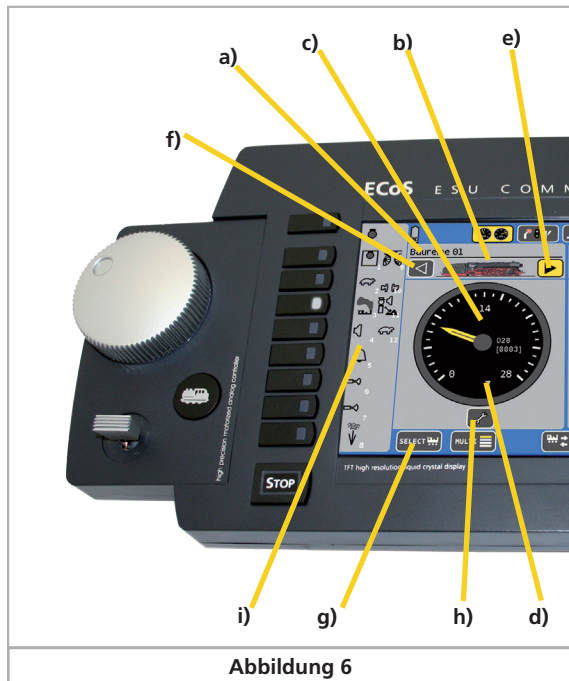

Abbildung 6
- Drehen Sie den Drehregler nach rechts, und die Lok wird sich in Gang setzen. Die Tachonadel wird sofort die aktuelle Geschwindigkeit anzeigen; gleichzeitig wird die Fahrstufe zur genauen Kontrolle angezeigt (Siehe Abb. 6 d)).